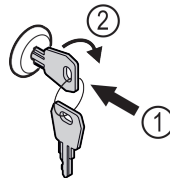

Fig. 179
- ▶ Вдавити ключ. Fig. 179 (1)
- ▶ Повернути ключ на 90° за годинниковою стрілкою. Fig. 179 (2)